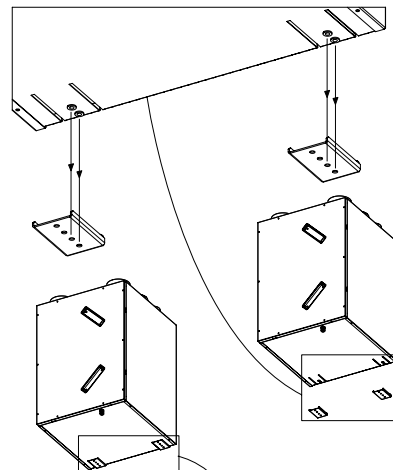

Figure H2
- Monter 2 pieds supports sur le panneau inférieur (figure H2).